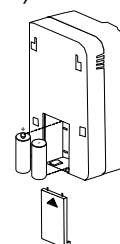

Fig. 4
5. Aprire il coperchio del vano batteria premendo le linguette (fig. 4).